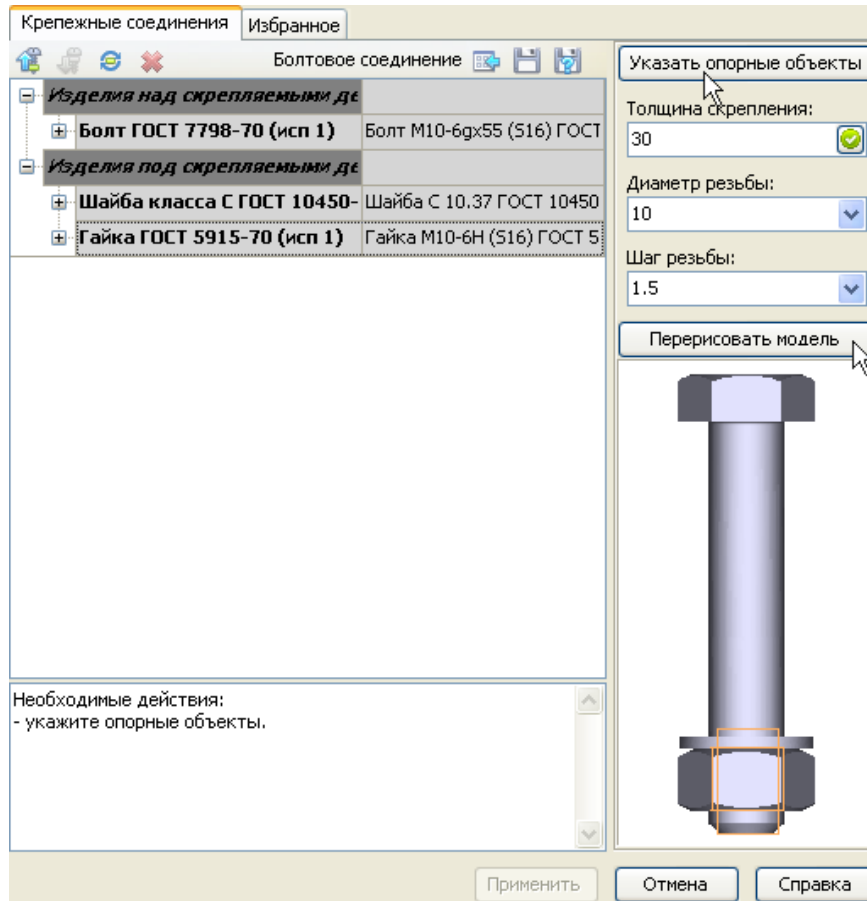

Рисунок 34.
- Нажмите кнопку Перерисовать модель над окном предварительного просмотра (рис.34).